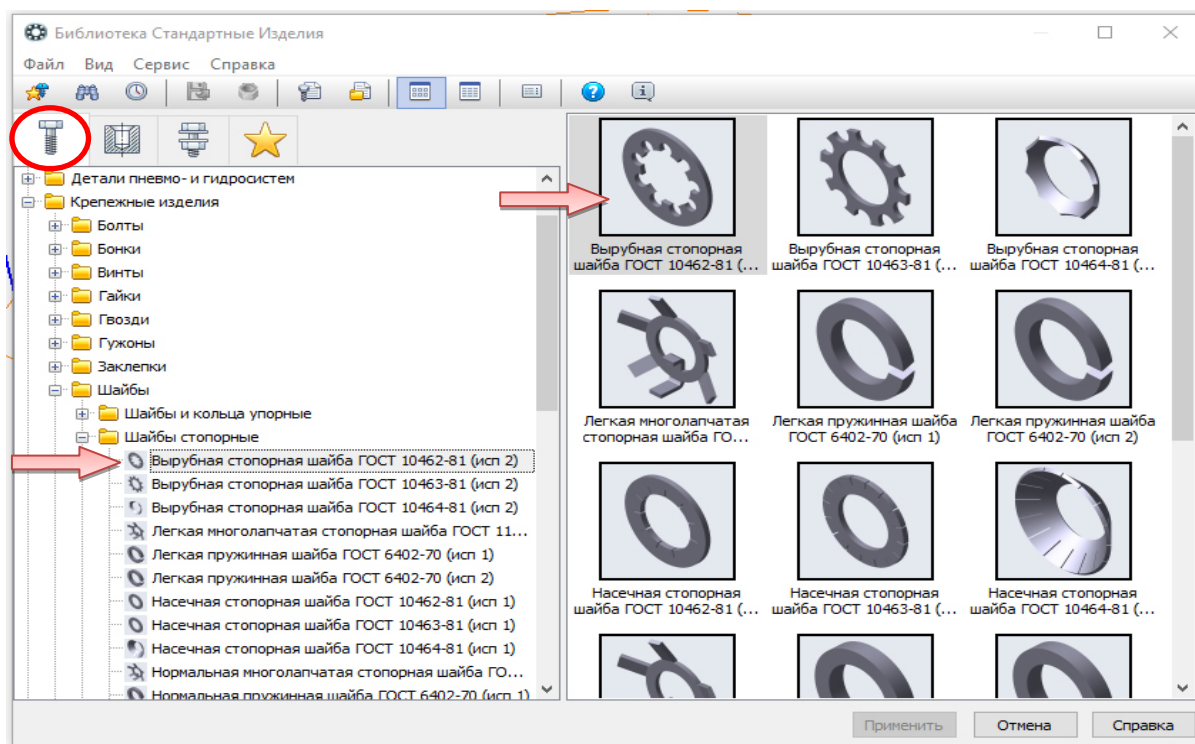

Рис. 4.43. Выбор стопорной шайбы в библиотеке крепежных изделий
- В дереве библиотеки откройте ветвь «Крепежные изделия» → «Шайбы» → «Шайбы стопорные», выберите вырубную стопорную шайбу ГОСТ 10462–81 (исп 2) и два раза щёлкните ЛК (рис. 4.43).